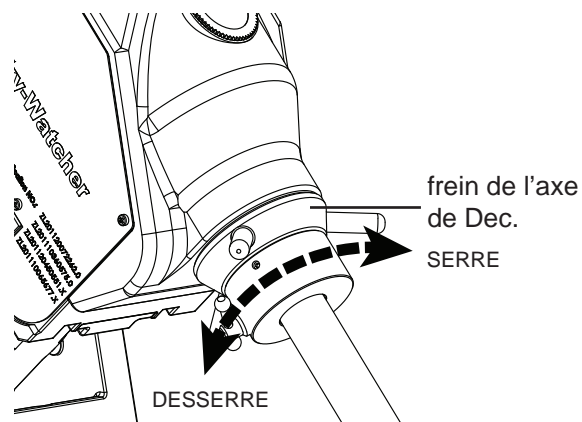

Fig. 2.1b
3. Desserrez le frein de l'axe de dec. pour tourner manuellement cet axe (Fig. 2.1b).